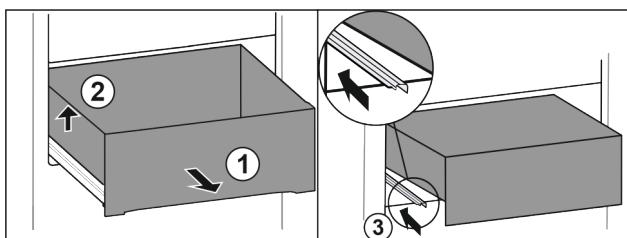

Fig. 12
- Vytáhněte zásuvku až na doraz. Fig. 12 (1)
- Nadzvedněte zásuvku vlevo. Fig. 12 (2)
- Zasuňte levou kolejničku. Fig. 12 (3)